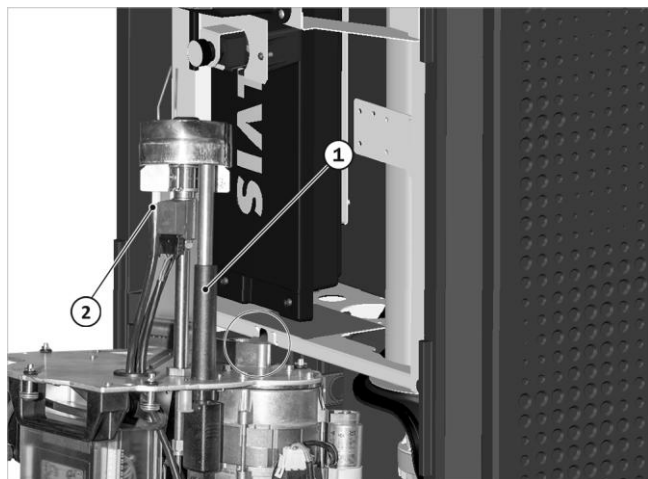

Fig. 146: Enganche del quemador a la consola
1. Retire la funda de la mirilla, véase → fig. 146 (1).